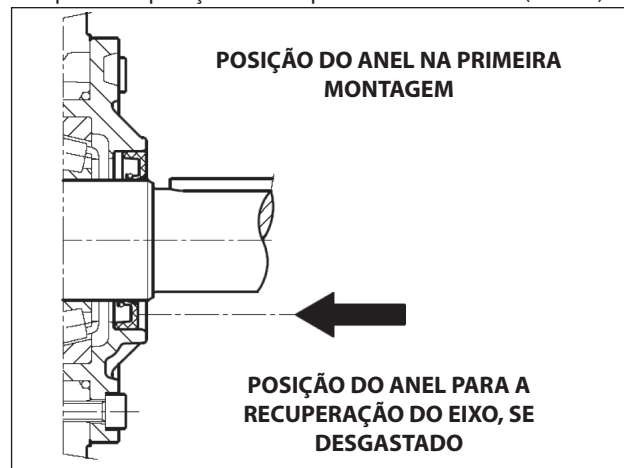

Fig. 7
Se for necessário substituir, posicione o novo anel usando a ferramenta (cód. 27904800), conforme indicado na Fig. 7.
**Se o eixo da bomba apresenta um desgaste no diâmetro na área de contato com a borda de vedação, a fim de evitar a operação de correção, é possível reposicionar o anel em contato com a cobertura, conforme indicado na Fig. 7.**